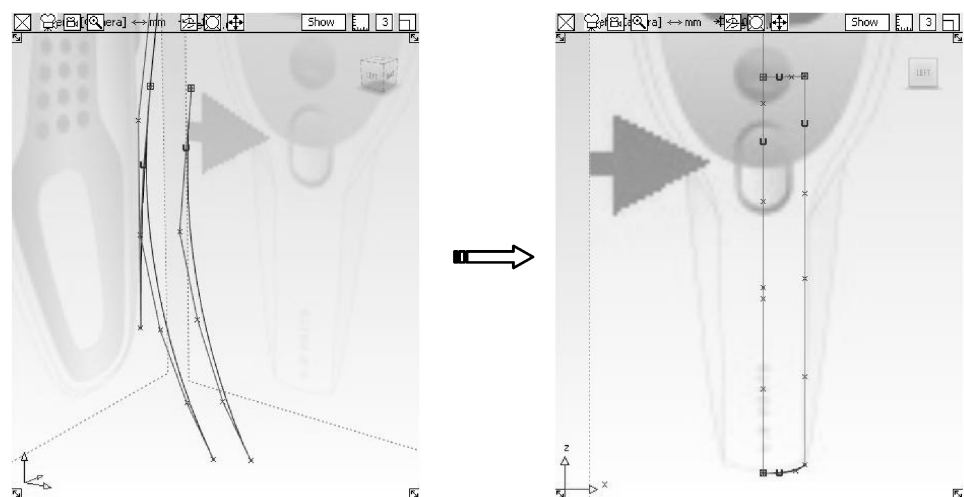

图 9-17 创建曲线
- 19 选择【New Edit Point curve】工具，在【Left】正交视窗中创建另一条曲线，然后在 Back 正交视窗中调整，继续使用【New Edit Point curve】工具连接两条曲线的首尾点，并在【Left】正交视窗中调整曲线的形状，如图 9-17 所示。